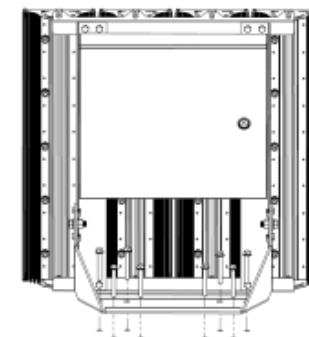

Рис.1
- 4.1 Тип крепления: поворотный кронштейн (Рис. 1);
Приложить светильник кронштейном к монтажной поверхности. Произвести крепление кронштейна к монтажной поверхности, сориентировать светильник в требуемом направлении. Затянуть фиксирующие болты (Рис.1);